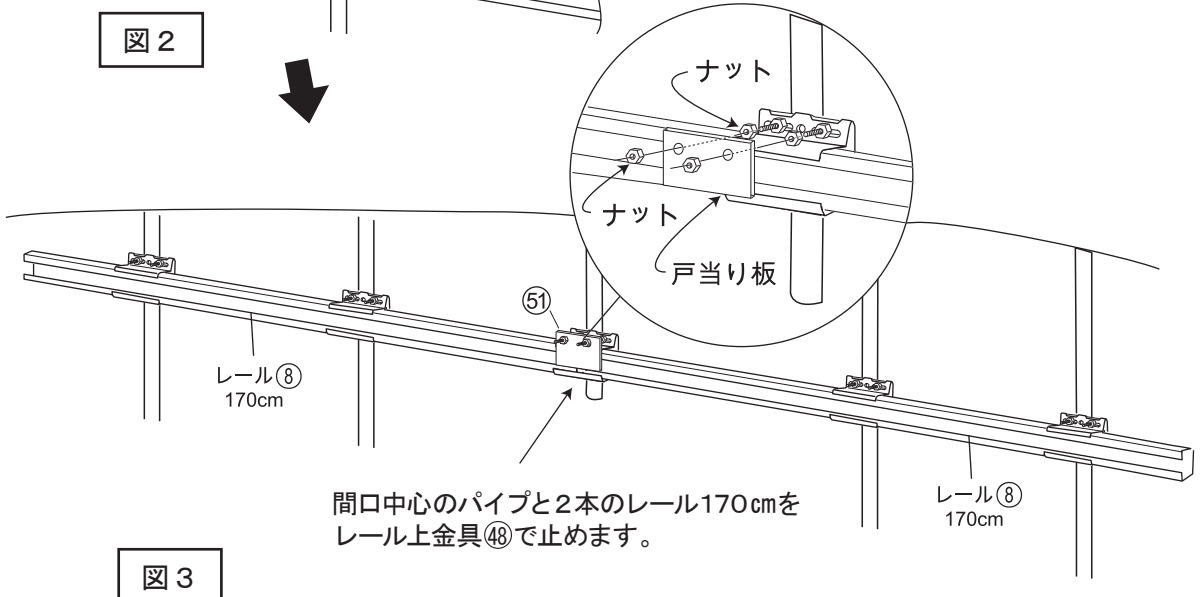

図 3
- (3) 間口中心のパイプと2本のレール170cmをレール上金具④⑧で止めます。〔図3参照〕
- (4) 戸当り板⑤①を取り付けます。〔図3参照〕